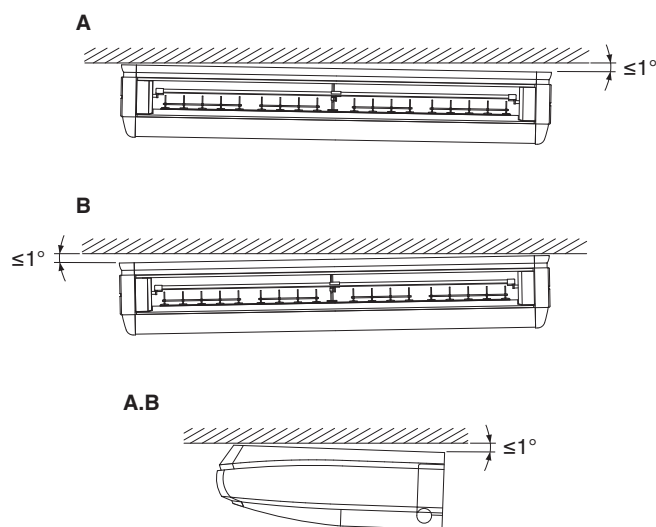

Fig. 12
- Quando cuelgue la unidad interior, asegúrese de utilizar un nivel para poder instalar la unidad de forma horizontal y garantizar que el drenaje esté en la ubicación correcta. Además, si es posible en el sitio de instalación, coloque la unidad de manera que el lado de la tubería de drenaje quede levemente más abajo. (Refiérase a la Fig. 12)
- No introduzca materiales distintos a los especificados en el espacio que queda entre el asa y la arandela del asa (3).